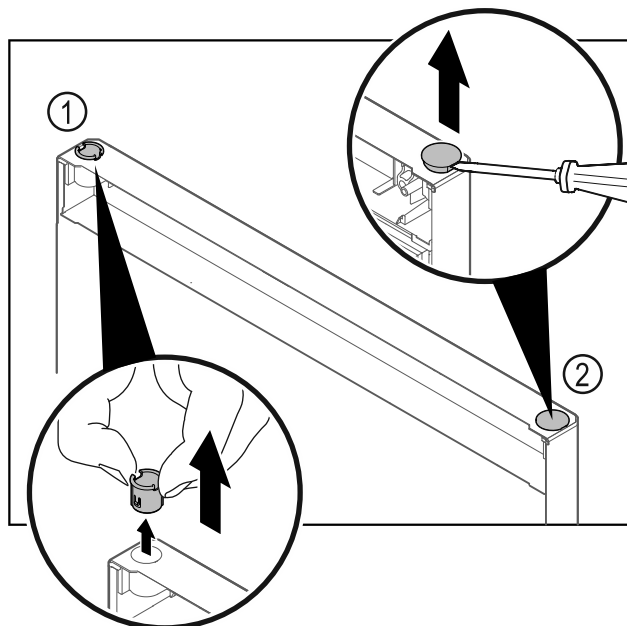

Fig. 31
- Vedä saranaholkki Fig. 31 (1) sormin pois.
- Kohota suojanastaa Fig. 31 (2) varovasti talttaruuvimeis- selillä ja vedä se pois.